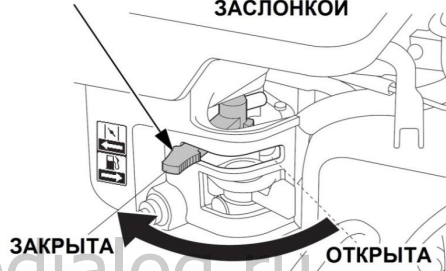

Рис. 18 Рычаг управления воздушной заслонкой
Максимальный уровень масла в картере соответствует нижней кромке заливного отверстия (Рис. 18).
3. Закройте воздушную заслонку карбюратора. Для этого переведите рычаг управления воздушной заслонкой в крайнее левое положение (Рис. 18).